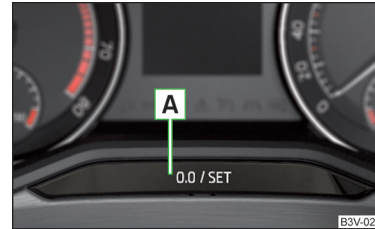

Abb. 30
- › Die Taste **A** » Abb. 30 gedrückt halten, bis im Display der Menüpunkt **Service** angezeigt wird.